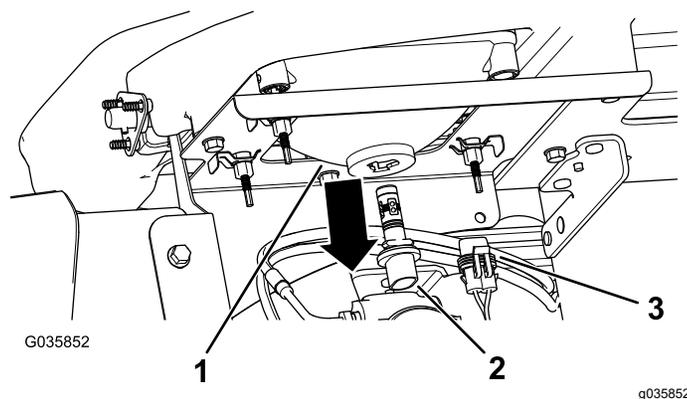

Рисунок 49
3. Отсоедините электрический соединитель жгута проводов от соединителя лампы в сборе в задней части корпуса передней фары (Рисунок 49).
4. Поверните лампу в сборе на $\frac{1}{4}$ оборота против часовой стрелки и одновременно переместите ее назад, чтобы извлечь из корпуса фары (Рисунок 49).
5. Вставьте новую лампу в сборе и корпус фары, совместите выступы в лампе с пазами в корпусе фары (Рисунок 49).
6. Закрепите лампу в сборе, повернув ее на $\frac{1}{4}$ оборота по часовой стрелке (Рисунок 49).
7. Подсоедините электрический соединитель жгута к соединителю нового узла лампы (Рисунок 49).